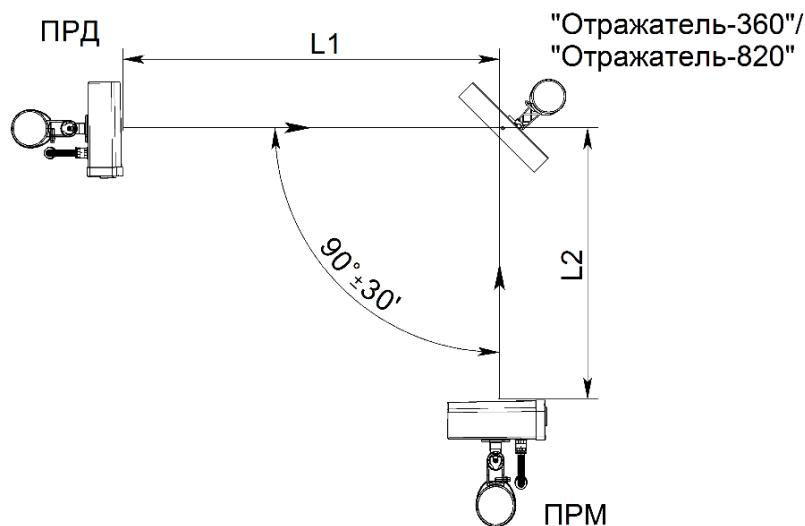

Рисунок 2.13 – Установка извещателей с применением отражателя «Отражатель-360» («Отражатель-820»)
2.3.9.2 При работе извещателей с «Отражателем-360» (см. рисунок 2.13) суммарная длина зоны обнаружения $L_1 + L_2$ (где L_1 – расстояние между блоком ПРД и отражателем, L_2 – расстояние между отражателем и блоком ПРМ) не должна превышать: